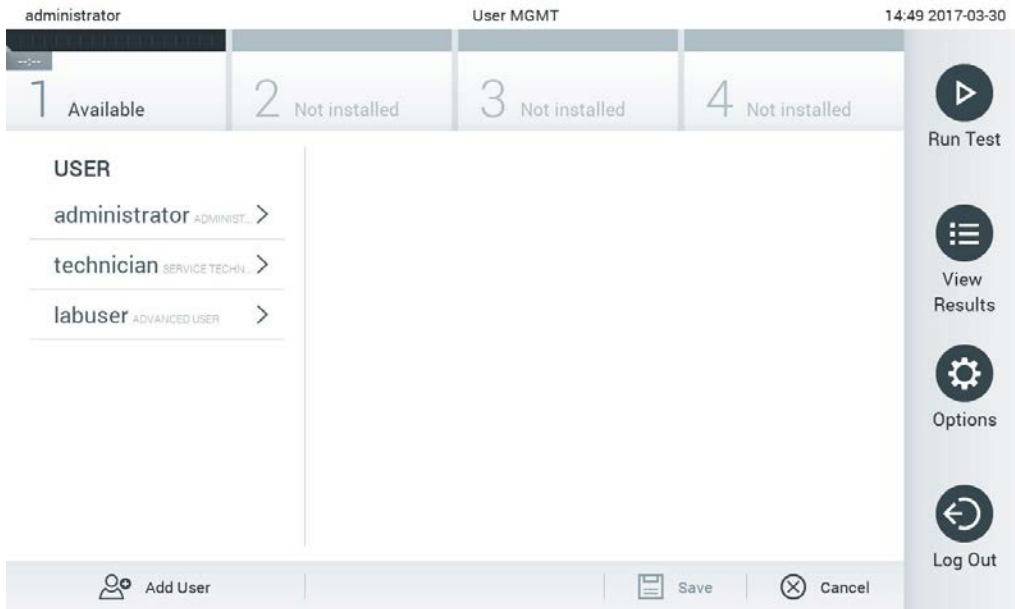

Abbildung 58: Bildschirm User Management (Benutzerverwaltung)
1. Drücken Sie auf die Schaltfläche Options (Optionen) und dann auf die Schaltfläche User Management (Benutzerverwaltung), um Benutzer zu konfigurieren. Im Inhaltsbereich der Anzeige wird der Bildschirm User Management (Benutzerverwaltung) angezeigt (Abbildung 58).